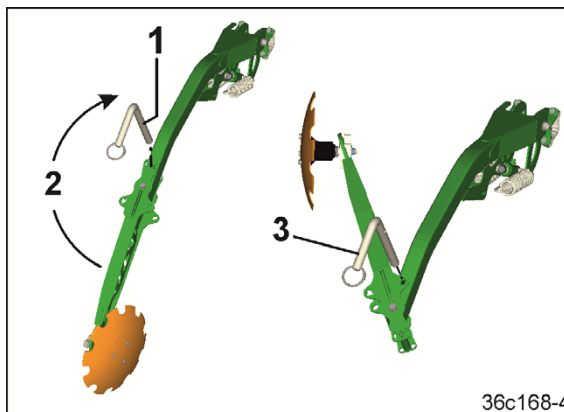

Fig. 210
5. Trekk ut bolten (Fig. 210/1) og fold utliggeren (Fig. 210/2) med sporskiven i transportstilling.
6. Fest forbindelsen med bolten (Fig. 210/3) og sikre bolten ved dreining.
Fold begge utliggerne (Fig. 210/1) kun mot midten av maskinen.